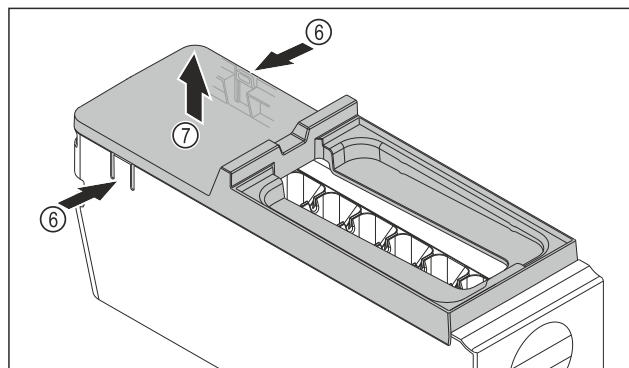

Fig. 142
- ▶ Snemite pokrov glavnega dela EasyTwist-Ice: Spono Fig. 142 (6) na obeh straneh glavnega dela EasyTwist-Ice pritisnite z eno roko.
- ▶ Pokrov Fig. 142 (7) z drugo roko dvignite in odstranite.